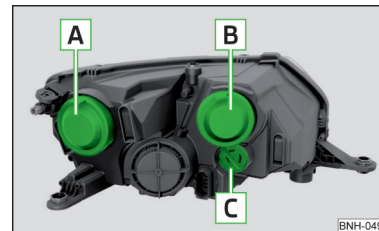

Abb. 184
Glühlampenordnung » Abb. 184
- › Die Schutzkappe **A** » Abb. 184 auf Seite 161 abnehmen.
- › Die Schutzkappe **A** » Abb. 184 auf Seite 161 einsetzen.
- › Die Schutzkappe **B** » Abb. 184 auf Seite 161 abnehmen.
- › Die Schutzkappe **B** » Abb. 184 auf Seite 161 einsetzen.